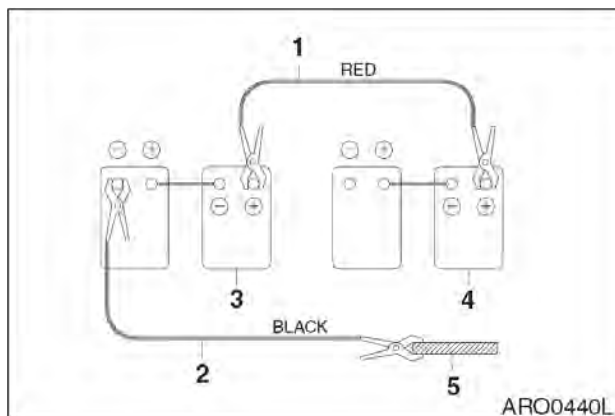

Рис. 15
2. Соединить один конец красного кабеля (1, рис. 15) к положительному (+) выводу батареи машины, а другой конец к положительному (+) выводу внешней батареи.
3. Соединить один конец черного кабеля (2, рис. 15) к отрицательному (-) выводу внешней батареи, а затем соединить другой конец (-) черного кабеля с верхней частью рамы запускаемой машины (2, рис. 15). При выполнении последнего соединения с верхней части рамы следует подключать конец кабеля как можно дальше от батарей машины. НЕ СОЕДИНЯТЬ НЕПОСРЕДСТВЕННО С ОТРИЦАТЕЛЬНЫМ ВЫВОДОМ БАТАРЕИ.
1. Сначала отсоединить черный отрицательный (-) кабель (2, рис. 15) от корпуса машины.
2. Отсоединить другой конец черного отрицательного (-) кабеля (1, рис. 15) от внешней батареи.
3. Отсоединить красный положительный (+) кабель (1, рис. 15) от внешней батареи.
4. Отсоединить красный положительный (+) кабель (1, рис. 15) от батарей машины.